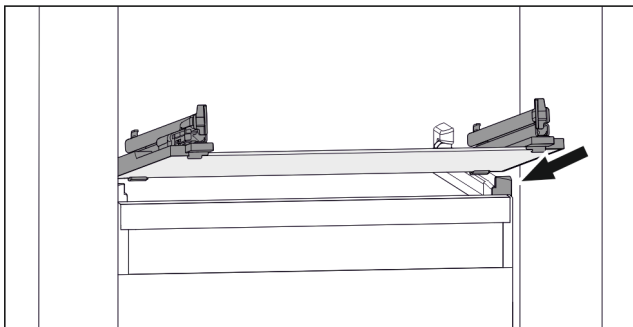

Fig. 110 Beispielhafte Darstellung der Glasplatte
- ▶ Glasplatte schräg hinter den Stopperrn aufsetzen. (zie Fig. 110)